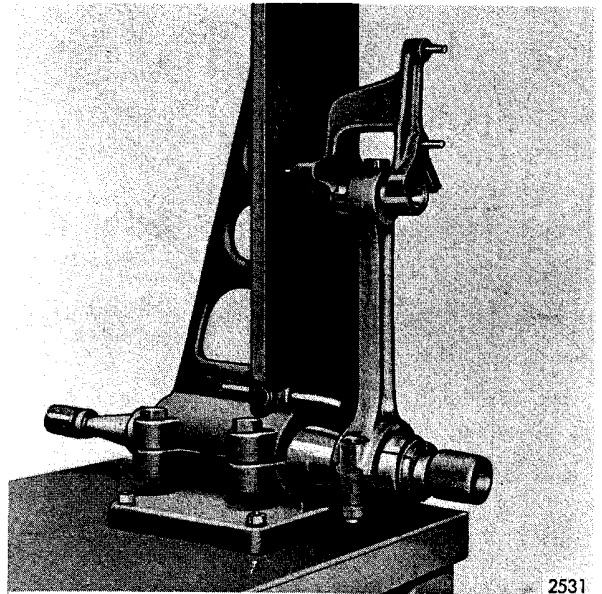

Fig. 27. Kontroll av parallellitet.
5. Kontrollera vevstaken med avseende på parallellitet enligt fig. 27.